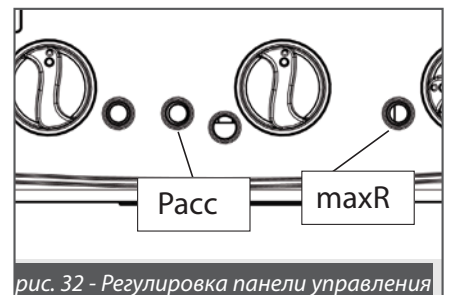

рис. 32 - Регулировка панели управления
- установить регулятор тепловой мощности **maxR** (рис. 32) в МАКСИМАЛЬНОЕ ПОЛОЖЕНИЕ, вращая потенциометр ПО ЧАСОВОЙ СТРЕЛКЕ;
- повернуть триммер **Расс** (рис. 32) в промежуточное положение и, после завершения работы режима тестирования/«трубочист» (пар. 3.2.8.1), проверить, что включение горелки происходит плавно и бесшумно: в противном случае, повысить или понизить мощность включения, действуя на триммер **Расс** (для повышения, вращать по часовой стрелке; для уменьшения, вращать против часовой стрелки);